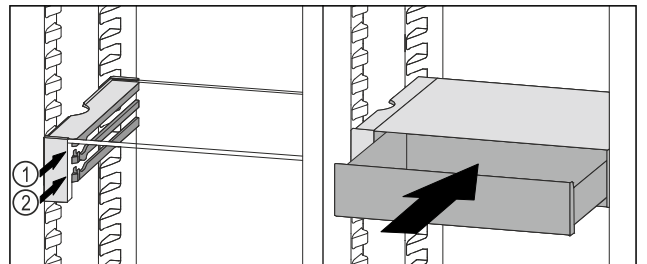

Fig. 129
- ▶ VarioSafe-lade achter de stoppers op de gewenste rib Fig. 129 (1) of Fig. 129 (2) plaatsen.